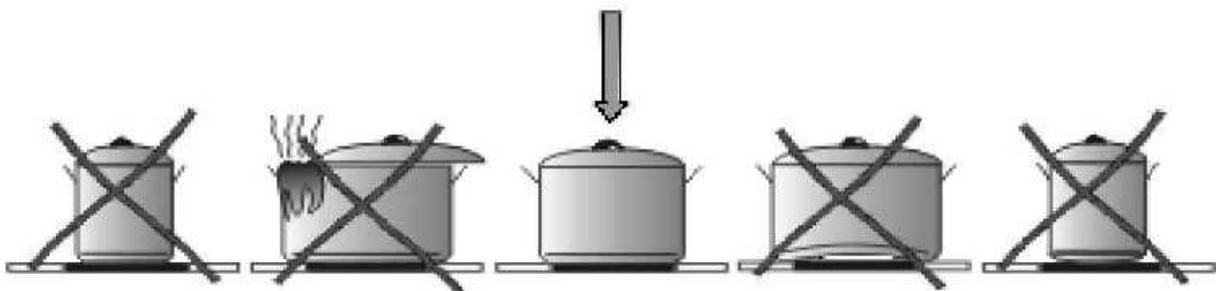

FIG. 1
*für einen korrekten Gebrauch, sehen Sie sich bitte Abb. 1 an und erinnern Sie daran:*
*Um unerwünschte Störungen auf der Touch-Steuerung zu vermeiden, platzieren Sie die richtigen Töpfe innerhalb der markierten Stelle der Glaskeramikoberfläche (siehe Abb. 1).*